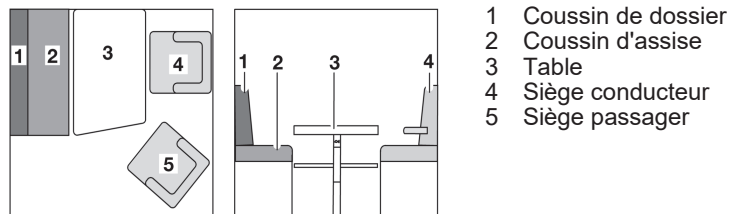

Fig. 58 Avant la transformation
- Tourner le siège du conducteur (Figure 58,4) avec le dossier vers la porte chauffeur.
- Tourner le siège passager (Figure 58,5) avec le dossier vers la porte passager.
- Convertir la table (Figure 58,3) en sommier de lit (voir paragraphe 7.8).